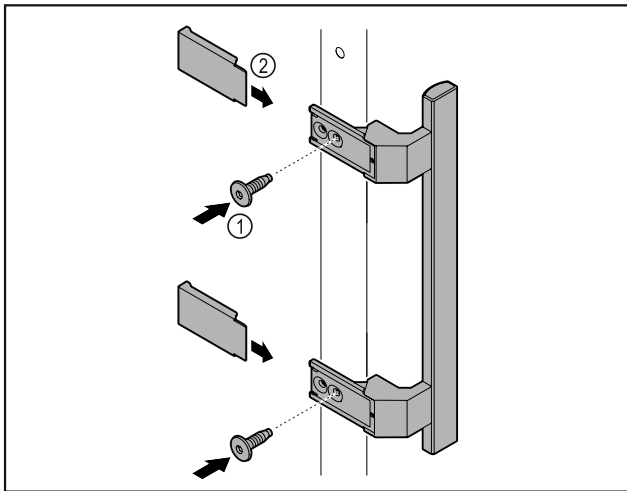

Fig. 5
- Fixer la poignée à la porte à l'aide des vis Fig. 5 (1) fournies.
- Mettre les caches Fig. 5 (2) en place.